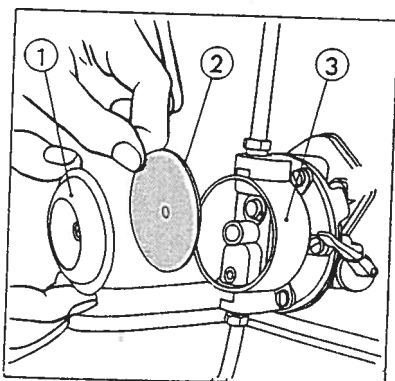

Fig. 16
2. Skru ut midtbolten og fjern dekslet og membranen (fig. 16.)